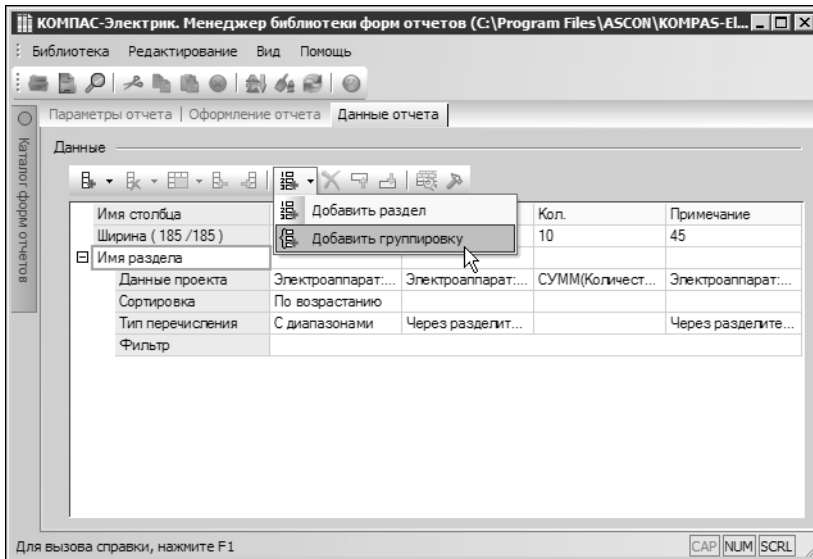

Рис. 14.24. Пример добавления группировки
2. Укажите строку **Имя раздела**, затем вызовите команду **Добавить группировку** (рис. 14.24).